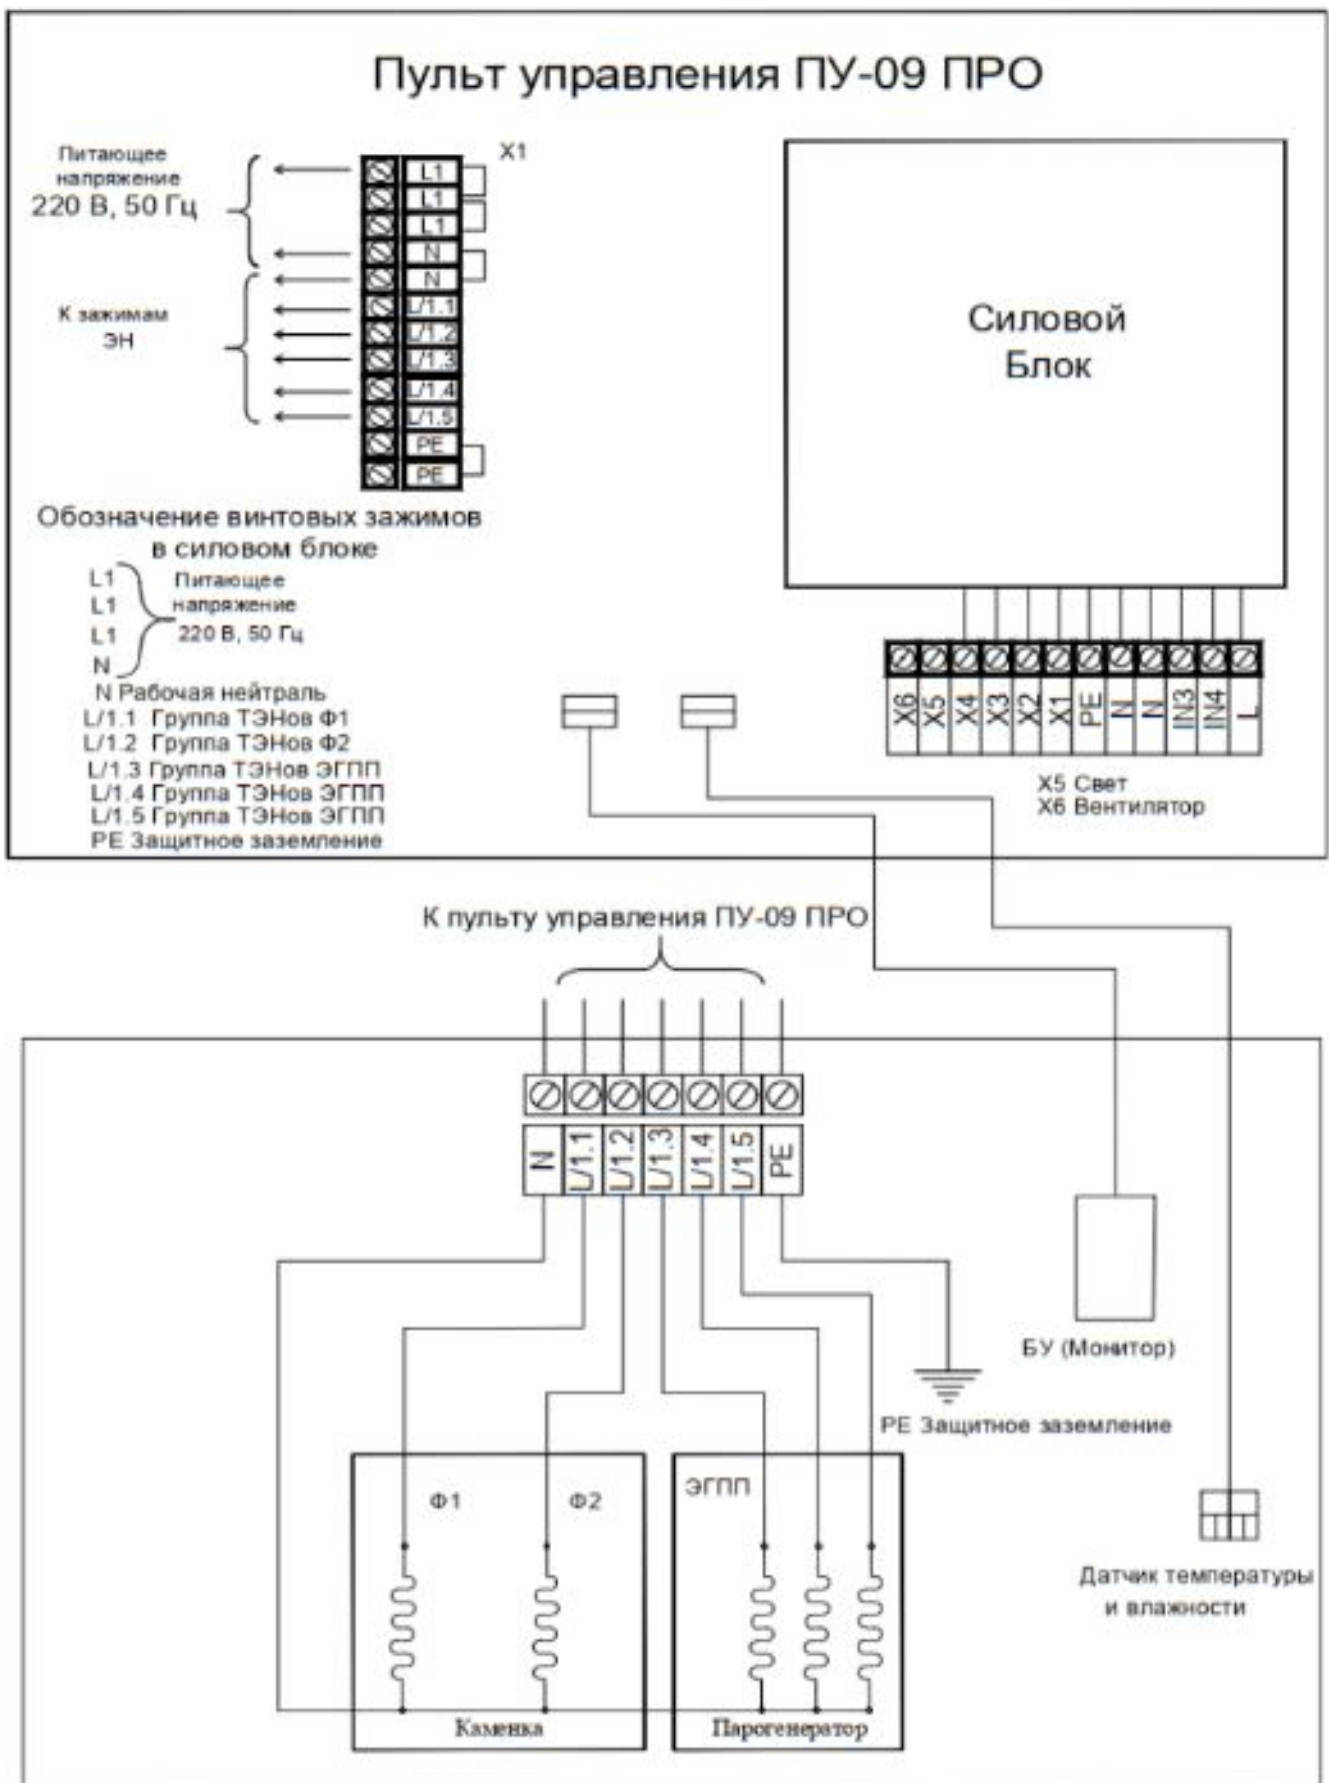

Рис.1. Схема электрических соединений ЭН и ПУ-09 VVD PRO 2,25-6,25/220
1.4.5 Схема электрических соединений ПУ и ЭН приведена на рис.1, 2, 3
- 2.1.2.6 К выходным клеммам ПУ (маркировка клемм для каждого типа ПУ указана на рис. 1, 2, 3 Настоящего Руководства) подключить кабель электронагревателя. ЭН подключается к ПУ кабелем в термостойкой изоляции типа: РКГМ, ФКГМ, ПРКС или аналогичным, сечением не менее указанного в Руководстве ЭН. Концы жил кабеля, подключаемые к ЭН и ПУ, должны быть облужены или оснащены специальными наконечниками.